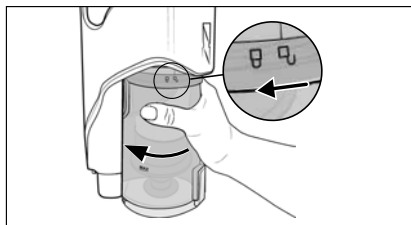

Fig. 19
- 2) Pour extraire le bac à poussière **7** de l'appareil, tournez-le dans le sens du symbole (ouvrir) jusqu'à ce qu'il se détache de l'appareil (voir fig. 19).